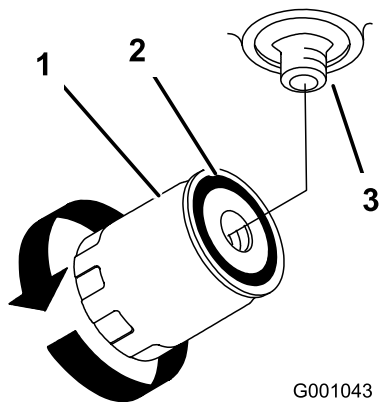

Figura 76
4. Retire el filtro usado y limpie con un paño la superficie de la junta del adaptador del filtro (Figura 76).
6. Instale el filtro hidráulico nuevo en el adaptador del filtro. Gire el filtro en el sentido de las agujas del reloj hasta que la junta de goma entre en contacto con el adaptador del filtro, luego apriete el filtro media vuelta más (Figura 76).